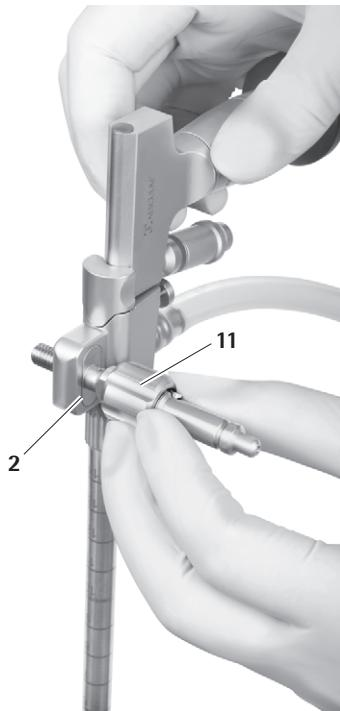

Fig. 18
- Introducir el adaptador para brazo de soporte 11 en el orificio del lado deseado (derecha/izquierda) hasta que el reborde encaje en la ranura 2 al efecto, que sirve para fijar el brazo de soporte, ver Fig. 18.